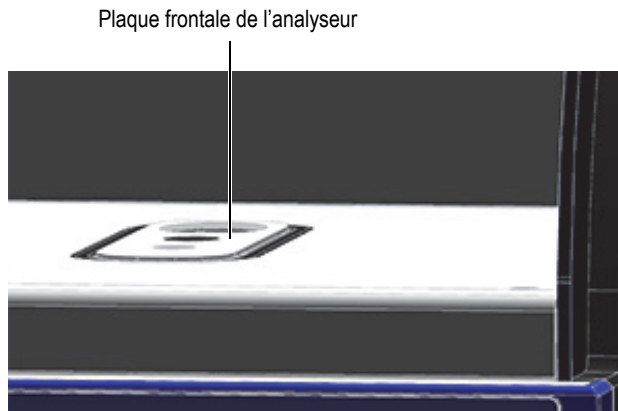

Figure B-14 Plaque frontale placée bien au niveau avec le fond de la chambre d'analyse
2. Vérifiez que la plaque frontale du Vanta est bien au niveau avec le fond de la chambre d'analyse du poste de travail (voir Figure B-14 à la page 122).